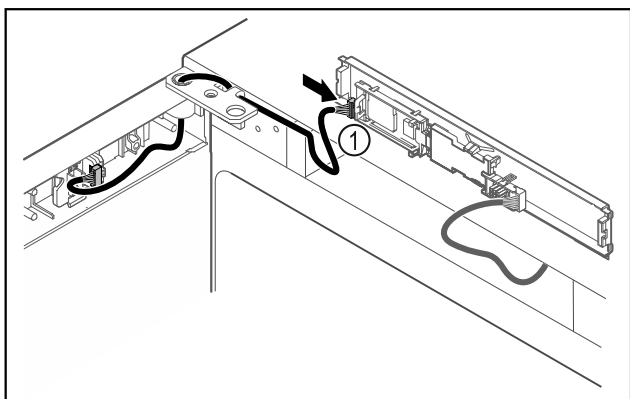

Fig. 49
- ▶ Pistke pistik Fig. 49 (1) trükkplaadil sisse.